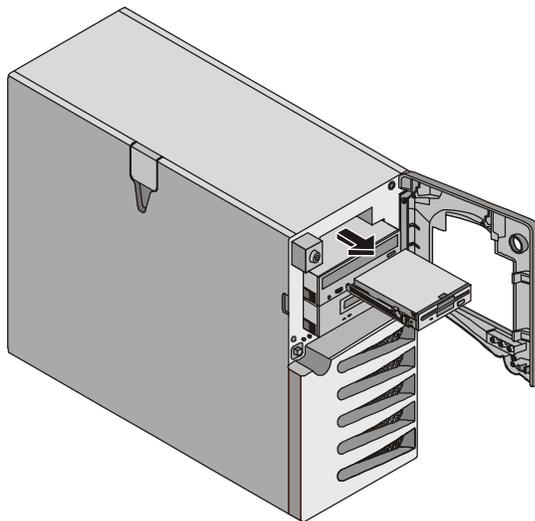
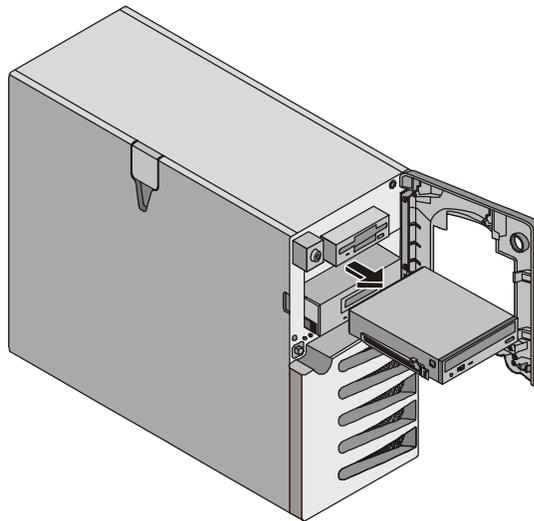

Figure 3-5. Extraction du lecteur de disquette
Figure 3-6. Extraction d'un lecteur de CD-ROM
Le lecteur de disquette et le lecteur de CD-ROM, en standard sur tous les modèles de HP Server tc3100, occupent respectivement les logements 8 et 7. Voir Figure 3-5 et Figure 3-6.
6. Tenez le disque par les côtés et faites-le glisser doucement hors du châssis. Voir Figure 3-5.
5. Appuyez sur les deux loquets du lecteur vers l'intérieur et, en maintenant le disque par les côtés, faites doucement glisser le lecteur hors du châssis. Voir Figure 3-6.